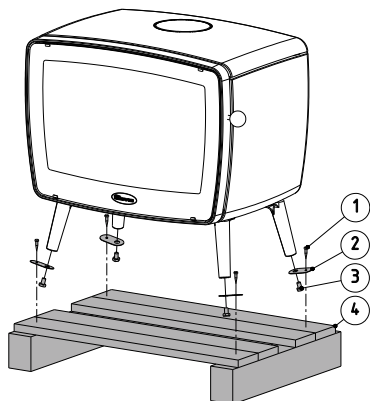
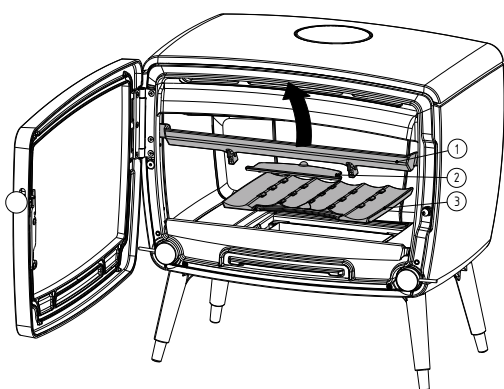
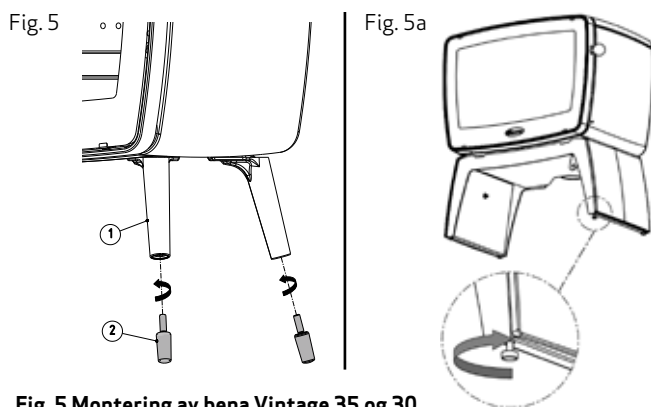

Fig. 2 Demontering fra transportpall Vintage 35 og 30
Fig. 3 Demontering/montering av støpegodsdel for Vintage 50 og 35. Ved demontering start med laveste tall og motsatt ved montering.
Fig. 5 Montering av bena Vintage 35 og 30.
1. Fjern ildstedet fra transportpallen (4) som vist på fig. 2. Fjern skruene (1) og deretter mutterskrue (3). Monter deretter nederste delen på bena (se fig. 5).
løse deler i peisovnen som vist på fig. 3, 4 og 4a. Monter nedre del på bena (se fig. 5).
7. Innvendige, løse deler settes tilbake på plass. Se fig. 3, 4 og 4a.